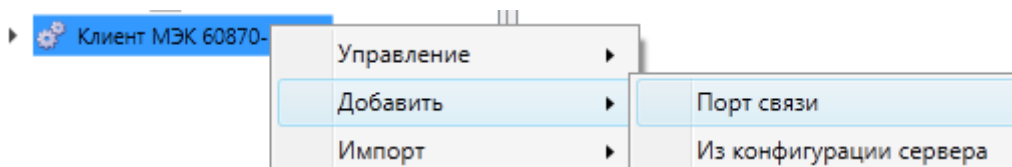

Рисунок 165 – Добавление порта связи клиента МЭК 60870-5-101
**Порт связи** добавляется командой **Добавить** → **Порт связи** контекстного меню узла **Клиент МЭК 60870-5-101** (рисунок 165).